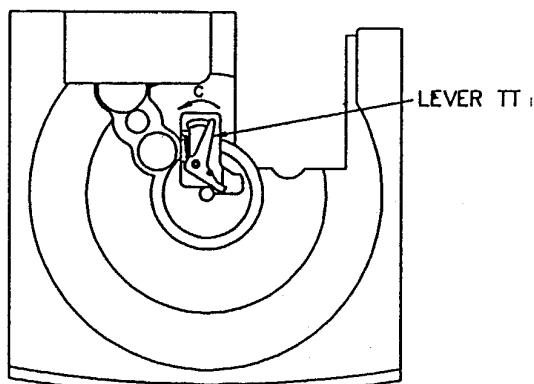

Figure 7
4. ターンテーブルの組立方法 (figure 7)
- 1) LEVER TT を "C" の方向に押しながら、TURN TABLE 5CD を組み込む。(figure 7)
* 組み込む際のTURN TABLE 5CDのCD番号(1～5)は任意で構いません。(figure 7)
4. How to reassemble the TURN TABLE. (figure 7)
- 1) Push LEVER TT in the direction of "C", and put in the TURN TABLE 5CD. (figure 7)